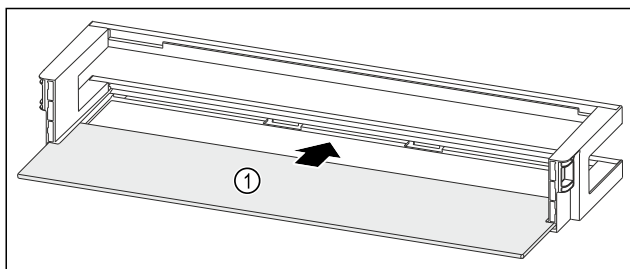

Fig. 277 Vratna polica z odlagalno polico
- Odlagalno polico Fig. 277 (1) vstavite v stranske vdolbine.